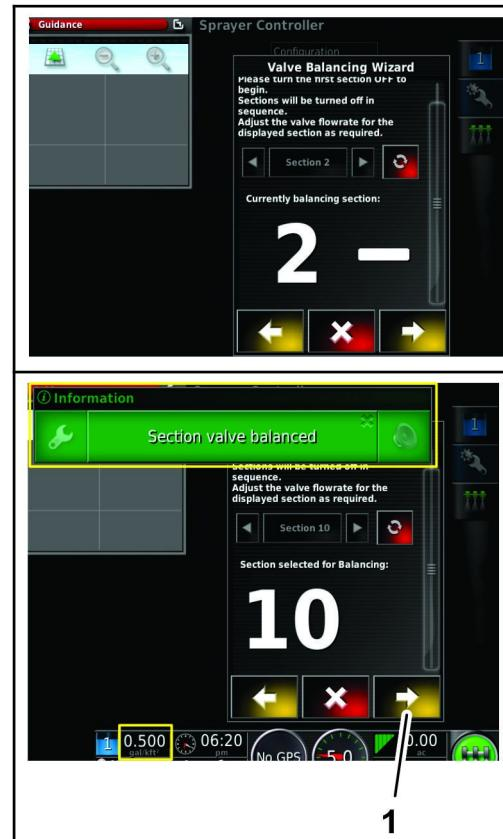

Figura 59
6. Repita os itens 4 a 5 para as válvulas de seção 2 a 10 (Figura 59).
7. Quando todas as válvulas da seção estiverem equilibradas, selecione o ícone Seguinte (Figura 59).